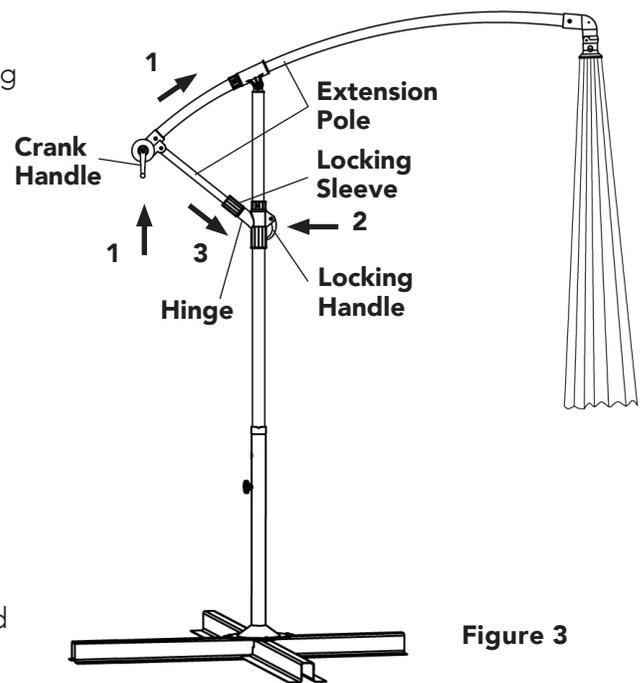

Figure 3
Push Extension Pole up (1), with umbrella moving away from base, until it stops, as shown in Figure 3.
**ÉTAPE 1:** Déverrouiller le poteau d'extension (soulever) la poignée de verrouillage à l'extrémité de la rallonge. Poussez la perche d'extension vers le haut (1), avec le parapluie s'éloignant de la base, jusqu'à ce qu'elle s'arrête, comme indiqué sur la figure 3.